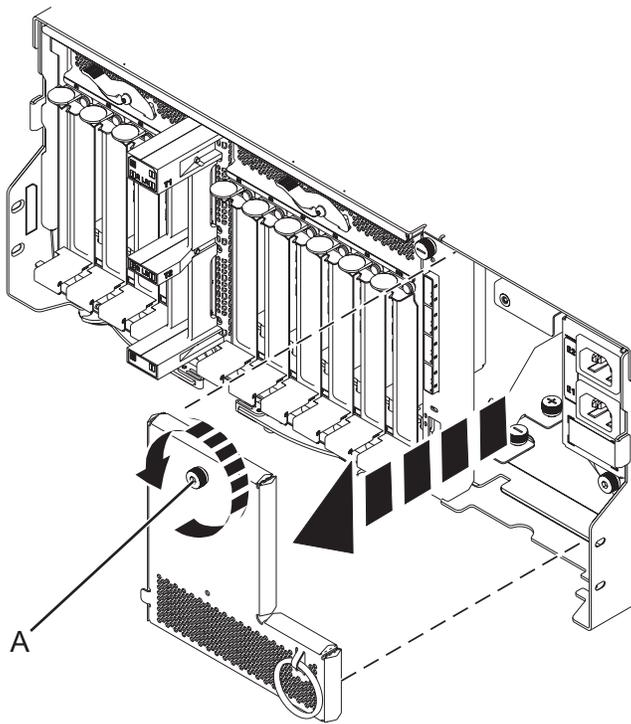

Figura 98. Extracción de la placa del cable de alimentación
10. Extraiga la placa del cable de alimentación girando el tornillo de mano (A) y tirando de la placa hacia fuera del sistema, como se muestra en Figura 98.